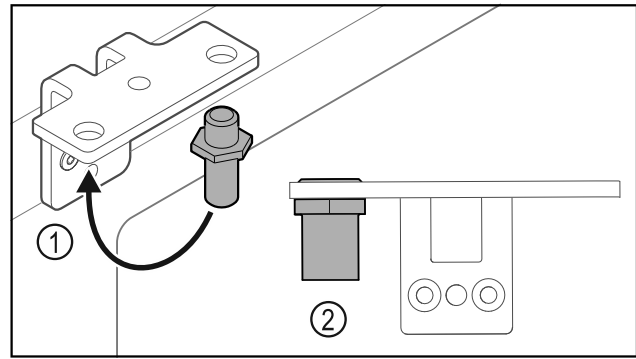

Fig. 37
- ▶ Sett om bolten Fig. 37 (1) i hengselvinkelen.
- ▶ Trekk til bolten Fig. 37 (2) med **et tiltrekingsmoment på 12 Nm**.